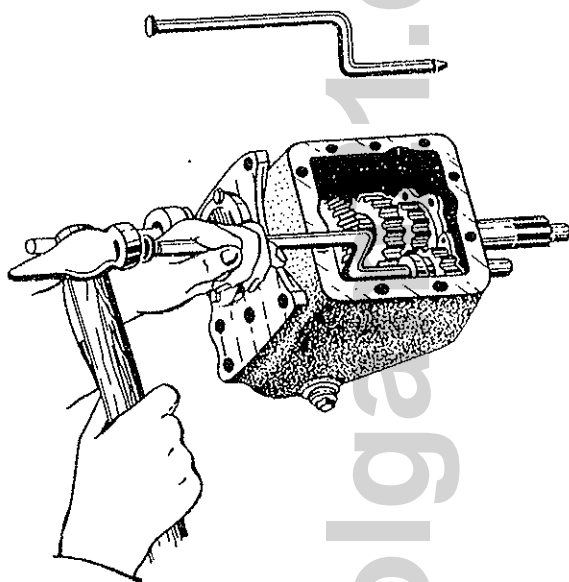

Bild 146 Ausbau des Zahnrad für Rückwärtsgang;
- Achse des Zwischenrads für Rückwärtsgang austreiben und Zwischenrad heraussetzen (Bild 146). Achse des Zahnradblocks der Zwischenwelle herauspressen und Welle auf den Boden des Getriebekastens herablassen;